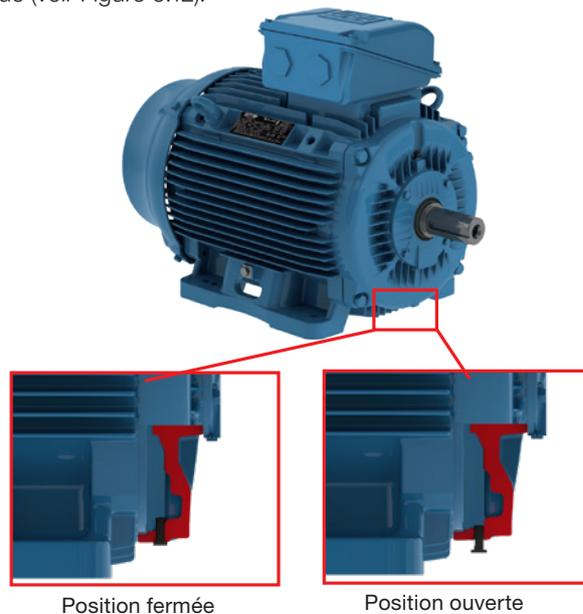

Figure 6.1 – Détail du bouchon de vidange en caoutchouc monté en position fermée et en position ouverte.
7. Trou de purge : le moteur doit toujours être placé de manière à ce que le trou de purge soit à la position la plus basse (S'il y a une flèche d'indication sur le drainage, ce dernier doit être installé de façon à ce que la flèche pointe vers le bas). Les moteurs fournis avec des bouchons de purge en caoutchouc, filetés ou d'un autre type doivent être ouverts périodiquement pour vidanger l'eau condensée. Pour les environnements avec des niveaux de condensats élevés et le moteur avec le degré de protection IP55, les bouchons de vidange peuvent être montés en position ouverte (voir la Figure 6.1). Pour les moteurs avec le degré de protection IP56, IP65 ou IP66, les bouchons de vidange doivent rester en position fermée (voir Figure 6.1). Il ne seront ouverts que lors des procédures de maintenance du moteur. Le système de drainage des moteurs dotés du système de lubrification à brouillard d'huile doit être connecté à un système collecteur spécifique (voir Figure 6.12).